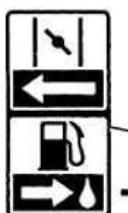

Рис.12
2. Поверните рычаг крана подачи топлива в положение **ON** (включено) (см. рис. 12).